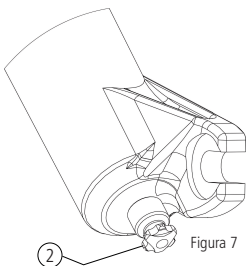

Figura 7
Para regular a velocidade de retorno utilize o botão (2) que está localizado na parte inferior do monobloco na perna hidráulica (Figura 7).